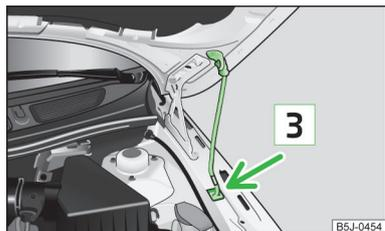

Fig. 133 Asegurar el capó del vano motor
- Retirar la varilla de apoyo desde la fijación y asegurar el capó abierto colocando el extremo de la varilla en el orificio **3** » fig. 133 previsto para ello.